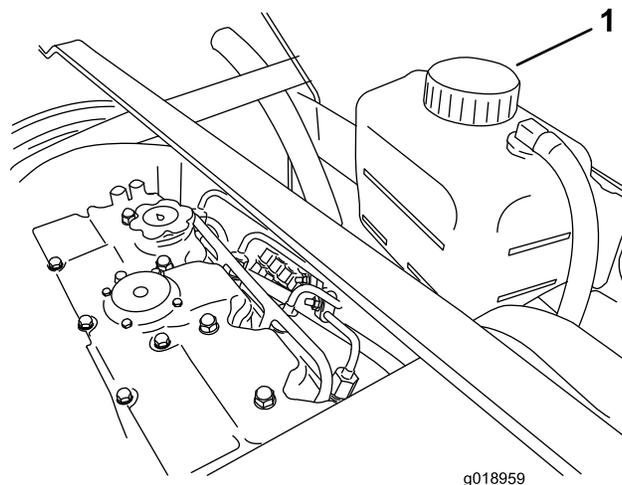

Figura 36
El nivel de refrigerante debe llegar hasta la marca de la línea superior del depósito de expansión (Figura 36).
1. Retire el tapón de llenado del depósito de expansión del refrigerante (Figura 36).